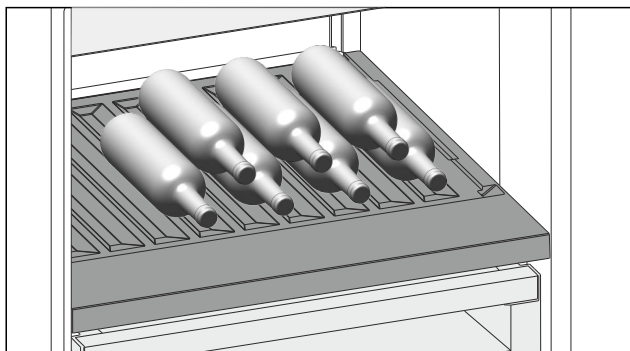

Fig. 210 Immagine a titolo di esempio
- Inserire le bottiglie con il fondo rivolto verso la parte posteriore. (vedere Fig. 210)